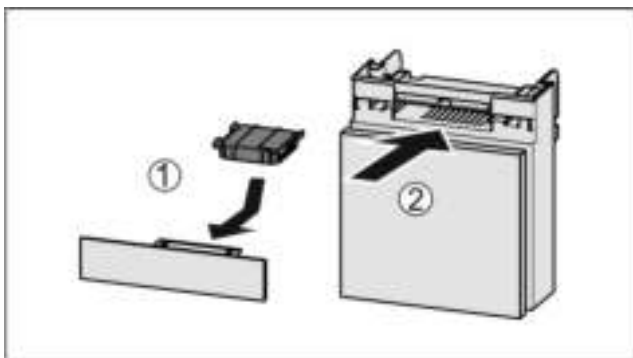

Fig. 54
- ▶ Actiefkoolfilter overeenkomstig afbeelding aanbrengen Fig. 54 (1).
- ▶ Lade erin schuiven Fig. 54 (2).